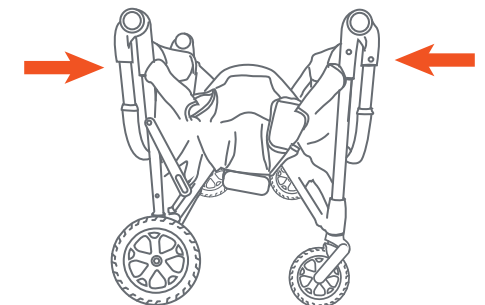
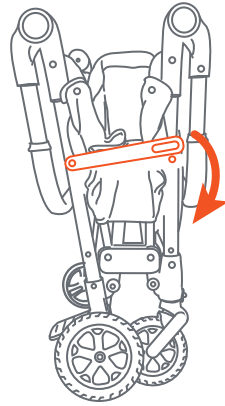

Fig. 18b
Fig. 18c
- Push the sides of the wagon together (Fig. 18b) and engage the fold latch (Fig. 18c).
- Junte los lados del vagón (Fig. 18b) y enganche el pestillo plegable (Fig. 18c).